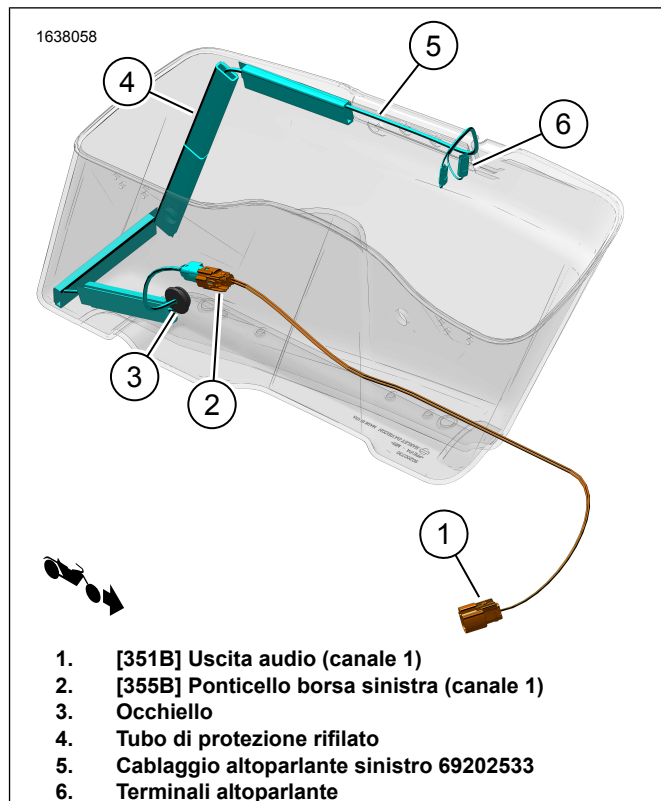
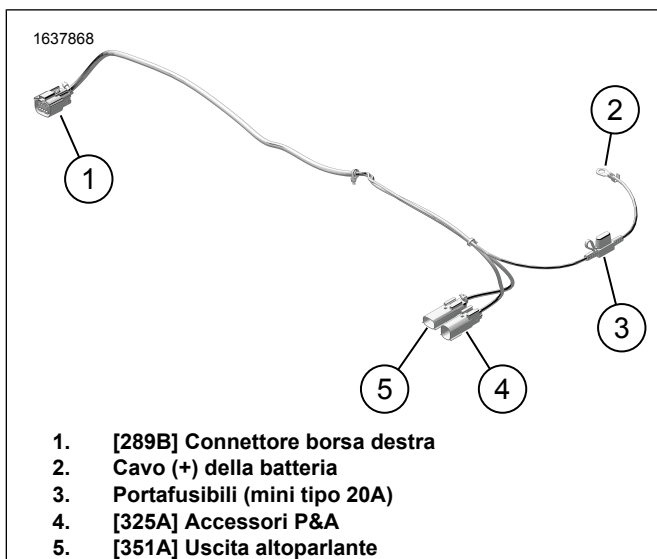
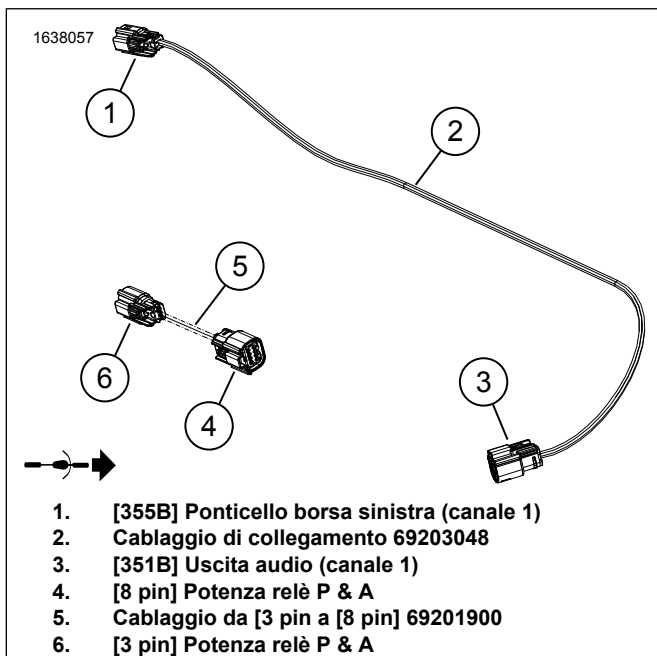

Figura 4. Disposizione del cablaggio della borsa di sinistra
Figura 15. Cablaggio esterno 69202870
Figura 16. CABLAGGIO DI COLLEGAMENTO
12. Figura 4 Installare il cablaggio dell'altoparlante di sinistra.
- b. Figura 4 Ruotare il cablaggio (5) come mostrato.
1. Figura 15 Collegare il cavo (+) della batteria (2) al terminale (+) della batteria. Vedere il manuale di manutenzione.
- a. Figura 15 Instradare [325A] (4) sul lato sinistro del telaio del veicolo.
- b. Figura 16 Collegare [3-Pin] (6) del cablaggio del ponticello (5) a [325A] (4) del cablaggio esterno 69202870. Figura 15
- c. Figura 16 Collegare [8 pin] (4) del cablaggio del ponticello (5) al connettore P & A del veicolo [4]. Situato sotto l'area del coperchio laterale sinistro.
- a. Instradare [325A] (4) sul lato destro del telaio del veicolo.
- b. Figura 15 Collegare [325A] al connettore P & A [325B]. Situato sotto l'area di copertura del lato destro.
4. Figura 15 Far passare la diramazione [289B] (1) del cablaggio esterno lungo il telaio e il supporto del montante del parafrangente. Utilizzando le fascette fermacavi, installare il cablaggio ai punti di ancoraggio senza serrarli. Non stringere le fascette.
8. Figura 16 Instradare e installare i cablaggi di collegamento 69203048 (2).
- a. Figura 16 Collegare [355B] (1) del cablaggio del ponticello (2) al cablaggio dell'altoparlante della borsa laterale sinistra (5). Figura 4
- c. Figura 16 Instradare [351B] (3) sul cablaggio del ponticello 69203048 (2) verso [351A] (5) sul cablaggio esterno 69202870. Figura 15
10. Figura 1 Installare il fusibile da 20 Amp (18) nel portafusibile del cablaggio esterno (3). Figura 15
- a. Collegare [360LA] a sinistra (L).
- b. Collegare [360RA] a destra (R).
4. Figura 15 Collegare a [351A] (5).